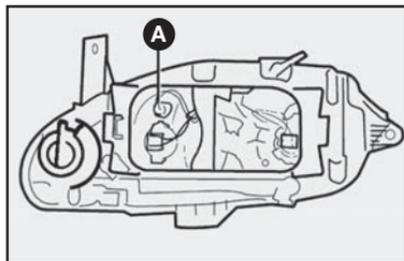

fig. 19
- 2) retirar el portalámparas **A-fig. 19** girando en sentido antihorario;